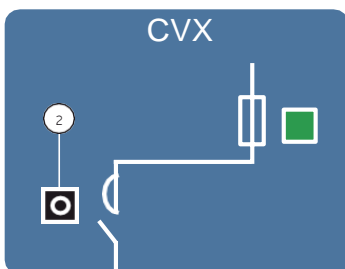
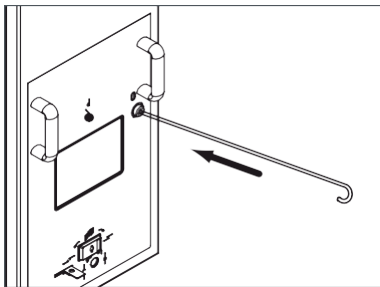
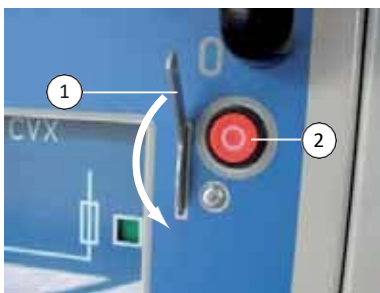

Fig. 10.28
Fig. 10.29
Fig. 10.30
Cette option est uniquement disponible pour le contacteur à vide CVX avec crantage mécanique. Dans ce cas, le contacteur à vide CVX peut aussi être déclenché directement sur la cellule (Fig. 10.29 et 10.30).
- Enfiler la tige de manoeuvre par le trou de guidage dans la porte frontale, jusqu'à ce que le contacteur à vide soit déclenché (Fig. 10.29). Vérifier l'indicateur de position (Fig. 10.28).
- En alternative : déclencher au moyen du bouton-poussoir (Fig. 10.30). A cet effet, pivoter le levier (1) vers le bas jusqu'à la butée et pousser le bouton-poussoir DECLENCHE (2). Vérifier l'indicateur de position (Fig. 10.28).